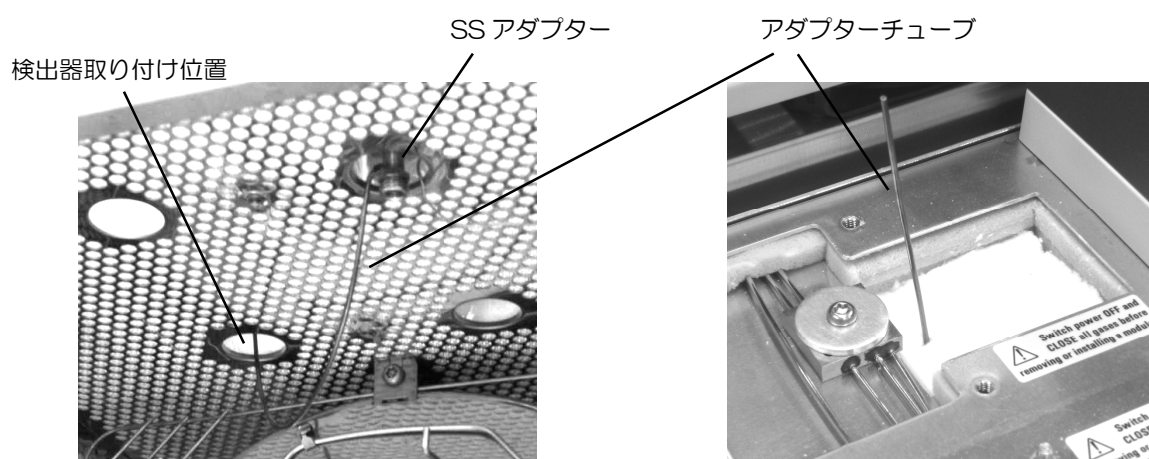

Fig. 3.19 SS アダプターの GC への取り付け
- ④ GC 注入口モジュールを GC へ取り付けた後、ドライバーなどで断熱材に下穴をあけて、アダプターチューブを適度に曲げながら検出器取り付け位置より SS アダプターチューブを通してください（Fig. 3.19 参照）。